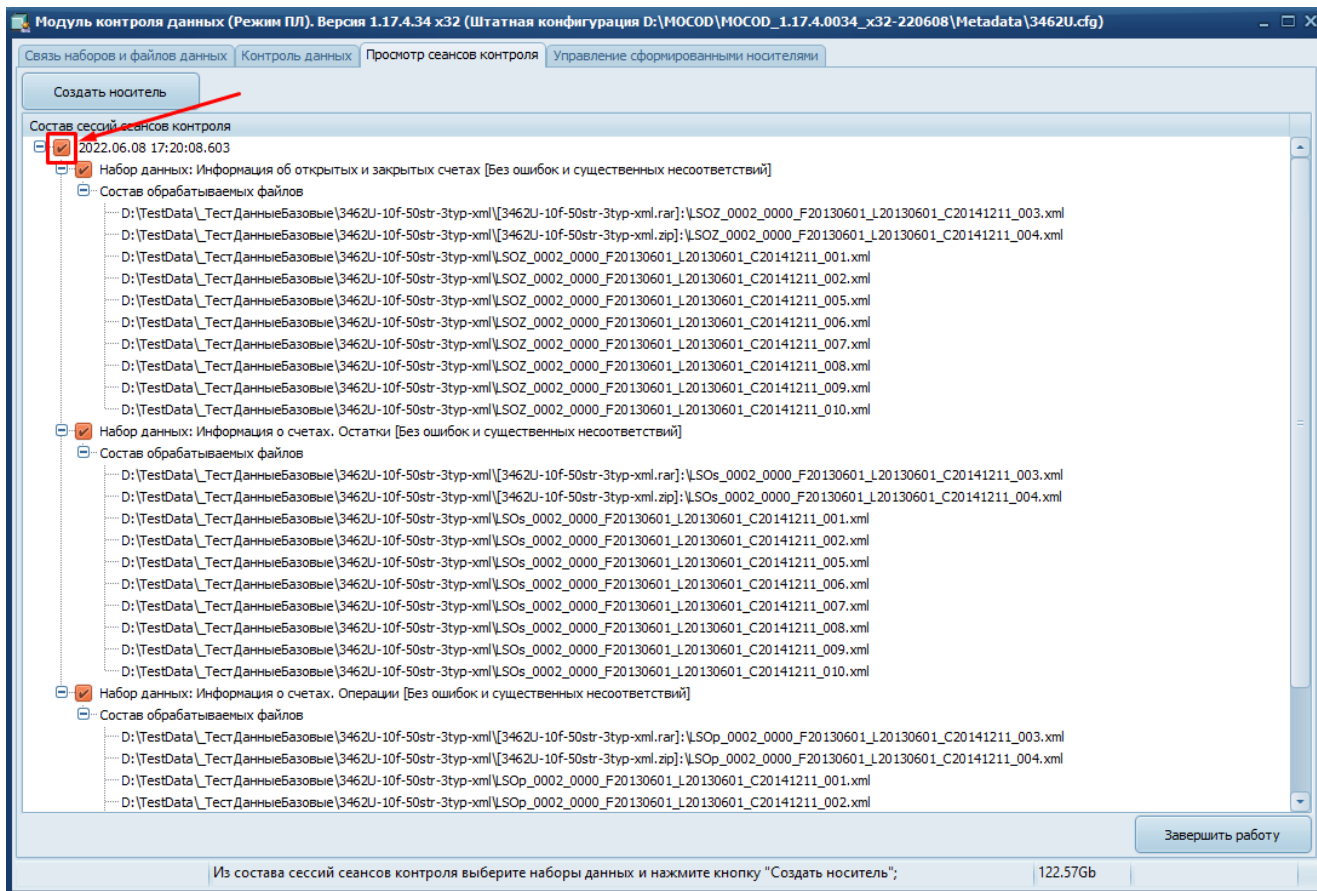

Рисунок 76 – Групповая флаговая кнопка для выбора всех наборов данных в сеансе контроля
1) Выбрать требуемые наборы данных из сеансов контроля, установив галочки в требуемые флаговые кнопки. Для выбора всех наборов данных, входящих в состав сеанса контроля, установите галочку в групповую флаговую кнопку (Рисунок 76).